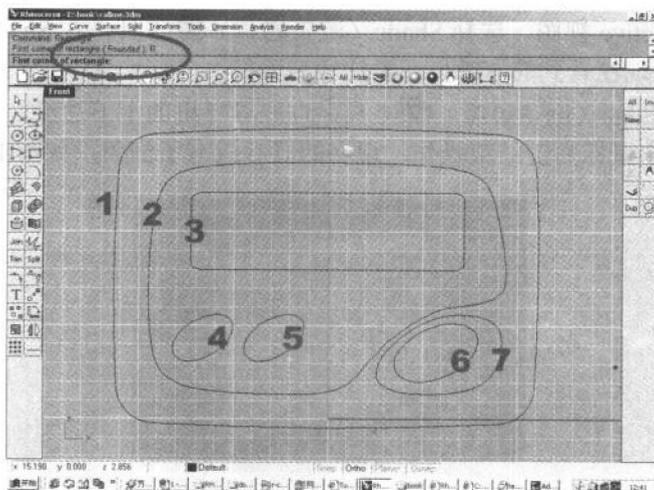

图 1.12 注意画出矩形线框时命令栏的提示
- (14) 选择 **Rectangle Corner to Corner** (画矩形) 工具，在命令栏中输入字母“R”，单击回车键确定，这个操作反映在命令栏中。为了以后的讲解方便，为图中的曲线标出了序号，如图 1.12 所示。